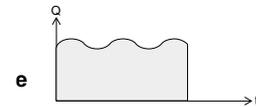

Рис. 25
При использовании для перемещения жидкости плунжерных, эксцентриковых и т.п. насосов возникает сильное колебание потока (см. рис. 25 a-d). Для этих насосов также может существовать отрицательная составляющая расхода из-за учечки или закрытия клапанов.
- В случае небольших пульсаций (см. рис. 25 e) при использовании шестеренчатых или многоцилиндровых плунжерных насосов специальные настройки для сильно пульсирующего потока не требуются.